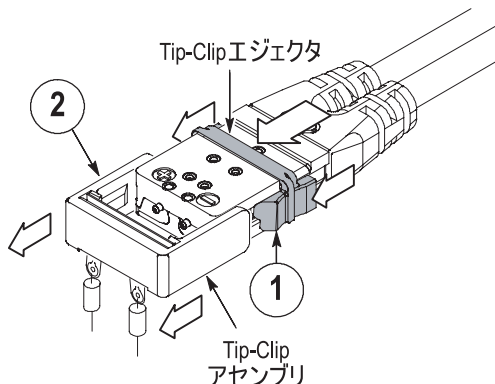

図 8 : Tip-Clip アセンブリの取外し
1. Tip-Clip エジェクタの側面をつかみ、プローブ・チップの前方に Tip-Clip エジェクタをスライドさせます。Tip-Clip エジェクタがプローブ・チップの段付き部分を越えるとカチッと音がして Tip-Clip アセンブリが緩みます。図 8 を参照してください。